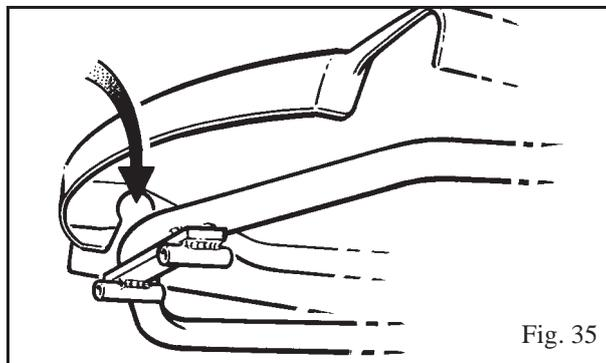

Fig. 35
2. Alinhe as saliências de posicionamento sobre a barra transversal traseira da estrutura do assento. (Veja Fig. 35)